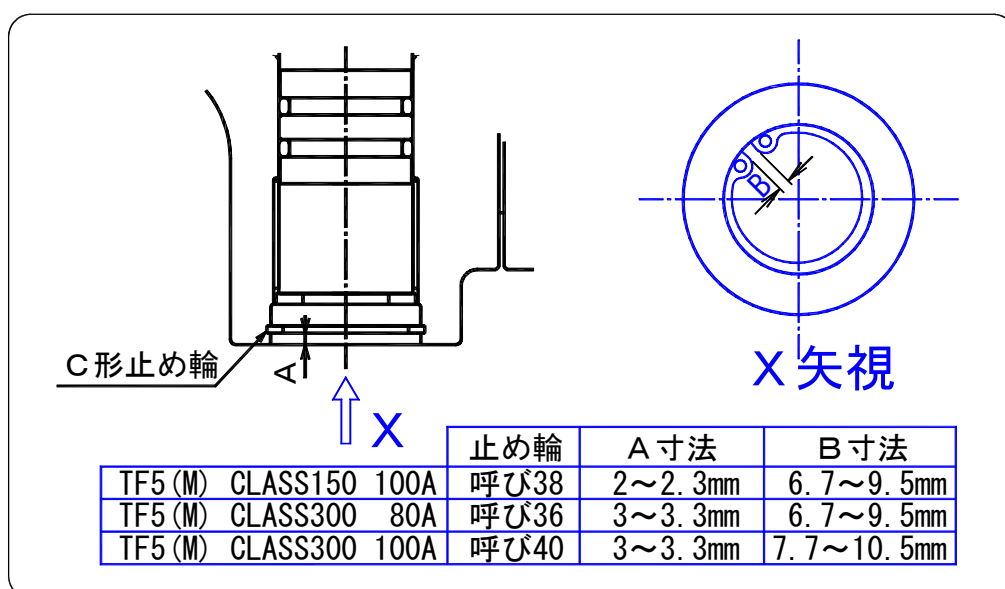

図 2
- 15) TF5(M)80A, 100A の場合，図 2 を参照し，C形止め輪・をスナックリングプライヤを用いて装着する。パイプ，丸棒などを利用し，ボディ①の溝に確実にC形止め輪・を装着してください。
装着後図 2 を参照の上，A，B寸法を測定し，図 2 記載の寸法範囲にあるか確認してください。